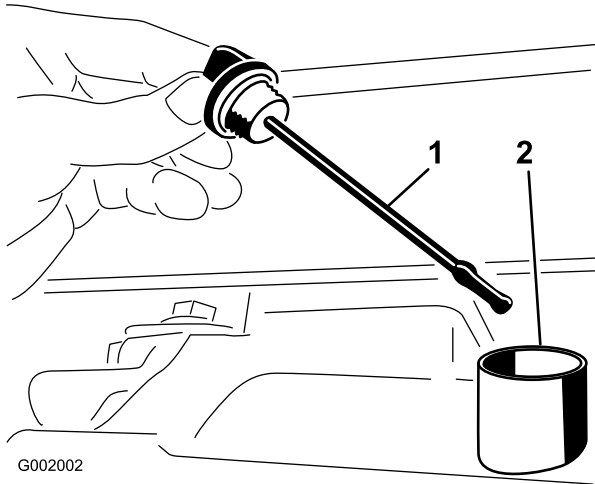

Figura 37
2. Retire la varilla del transeje y límpiela con un paño limpio (Figura 37).